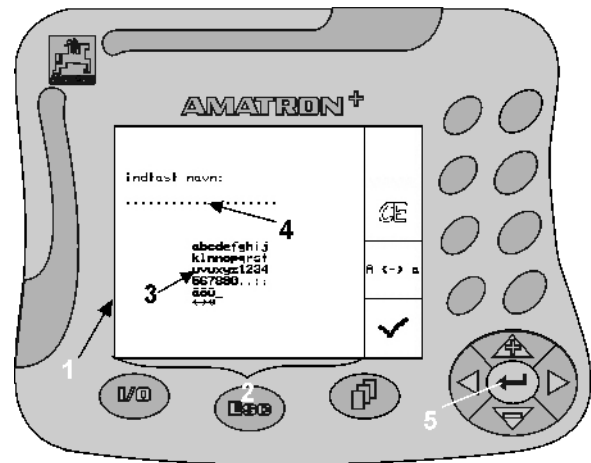

Fig. 15
Indtastning af tekst (Fig. 15/1) vises altid i displayet (Fig. 15/2), hvis indtastning af tekst eller tal i **AMATRON+** er påkrævet.
I valgfeltet (Fig. 15/3)) udvælges de enkelte bogstaver eller tal, som ønskes vist i indtastningslinien (Fig. 15/4) .
valgfeltet (Fig. 15/3)) v.h.a. tasten  ,
2. Tryk på tasten  (Fig. 15/5), for accept af det valgte bogstav eller tal i indtastningslinien (Fig. 15/4) .
Med pilene   i valgfeltet (Fig. 15/3) flyttes markøren frem og tilbage i indtastningslinien (Fig. 15/4).
Pilen  i valgfeltet (Fig. 15/3) sletter sidste indtastning.